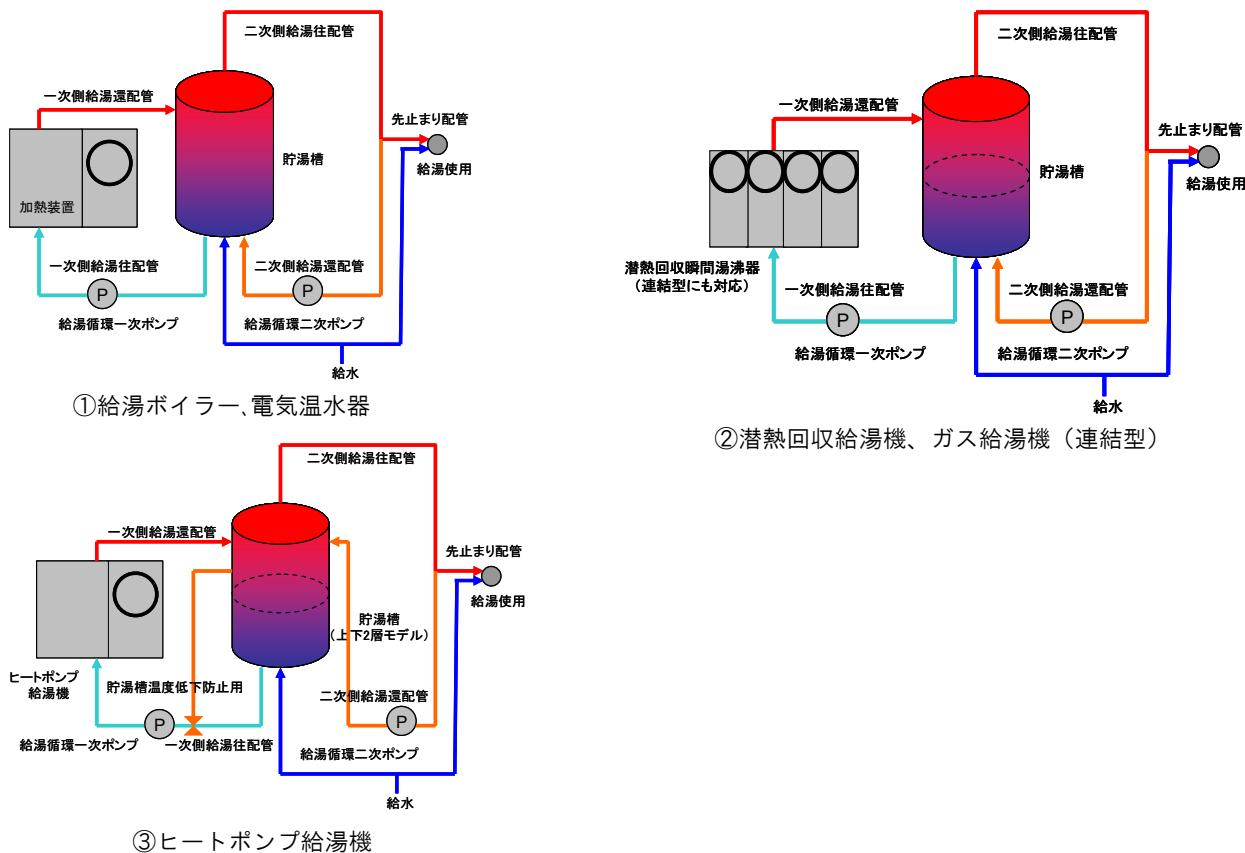

図 1.4.6.1-1 給湯システムのイメージ
二管式中央給湯方式では、①給湯ボイラー、電気温水器、②潜熱回収給湯機、ガス給湯機（連結型）③ヒートポンプ給湯機の3種類のシステムが計算可能で、それぞれは図 1.4.6.1-1 のようなシステムを想定しています。